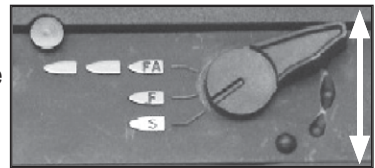

Figure 5: Opération de sélecteur (montrée dans le mode sûr)
Mode sécurité (S) : Le sélecteur est illustré à la figure 5 en mode sécurité. Le mode sécurité verrouille la détente et désactive l'électronique pour rendre le lanceur inutilisable.